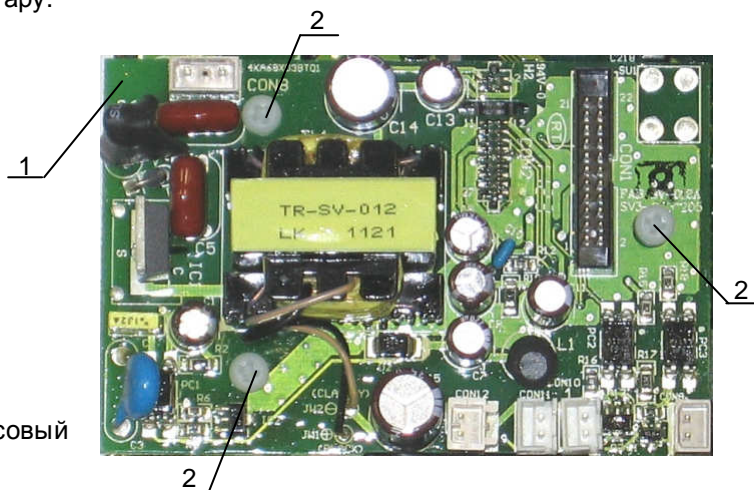

Рис.6.13
6.7.2. Выкрутить три пластмассовых винта, снять плату питания (рис.6.13). Положить снятые элементы в тару.